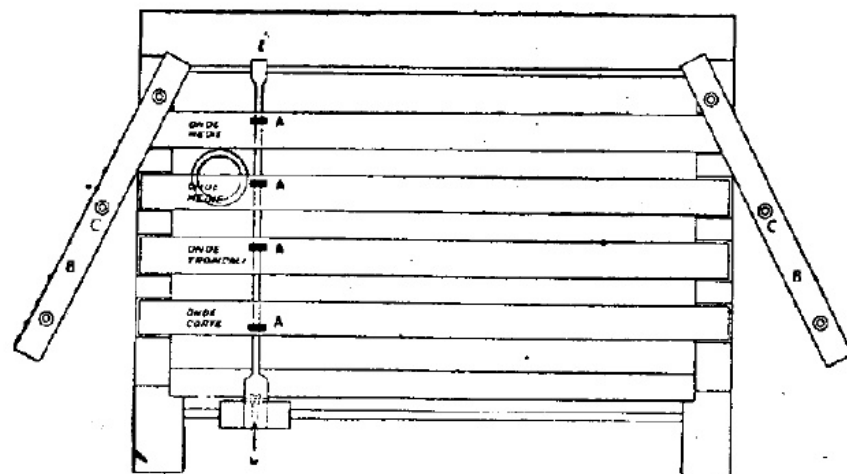

Fig. 6.
La fig. 6 illustra come si presenta il telaio della scala smontato. Per poter sostituire uno o più listelli di cristallo, occorre prima di tutto liberare l'indice dalla treccia di comando svitando la vite (V) accessibile dall'interno del mobile, poi smontare tutto lo chassis, ed infine il pannello completo dell'altoparlante su cui precisamente, dalla parte opposta, è sistemata la scala, così come si presenta in figura.